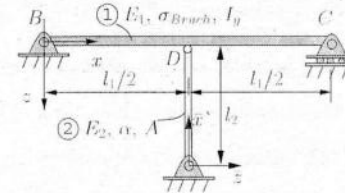

Abbildung 4.1: Spröder Balken, verbunden mit einem thermoelastischen Stab
Gegeben sind ein elastischer, spröder Balken ① und ein thermoelastischer Stab ②, die im Punkt D verbunden sind (Abb. 4.1). Der Balken ① hat das Flächenträgheitsmoment I_y , die Länge l_1 , den Elastizitätsmodul E_1 und die Bruchspannung σ_{Bruch} . Der Stab ② hat die Länge l_2 , den Elastizitätsmodul E_2 , den Querschnitt A und den Wärmeausdehnungskoeffizienten α .
- 4.5) Geben Sie die Längskraft im Stab ② als Funktion der Temperaturabsenkung $\Delta\theta < 0$ an (Abb. 4.1). Berücksichtigen Sie dabei die elastische Deformation des Balkens und des Stabes. Nehmen Sie dafür an, dass die Kraft F in Abb. 4.2 auf den Normalkräften des Stabes ② aus Abb. 4.1 beruht.